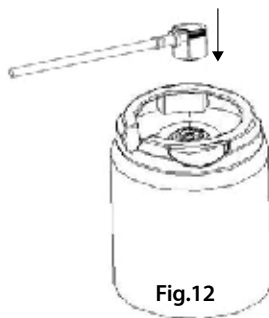

Fig.12
4. Placez l'adaptateur et le tuyau à bière sur le fût Heineken (fig. 12).